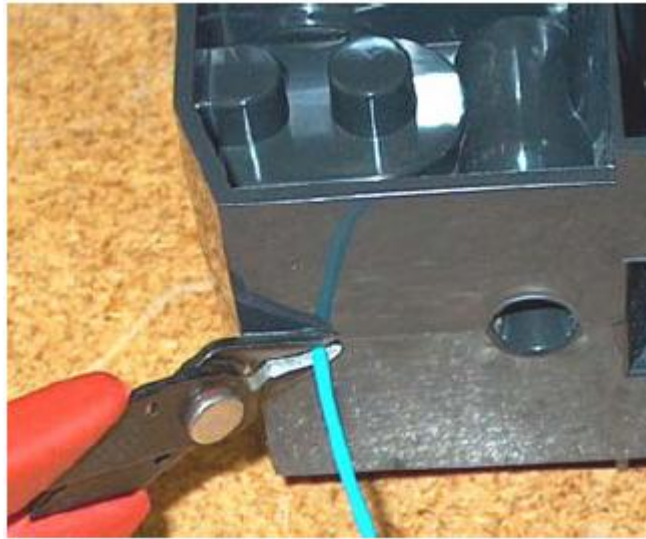

Figura 12: Cortando o material filamento
5. Com o alicate de corte do seu Startup kit, corte o filamento rente com a superfície do cartucho (veja Figura 12 na página 38).
Se o display mostra Load Failed (a carga falhou), pressione Retry. Se mostrar falha de carga, novamente, remova o cartucho, corte o material (veja Figura 12 na página 38), remova o filamento na impressora e reinsira o cartucho.